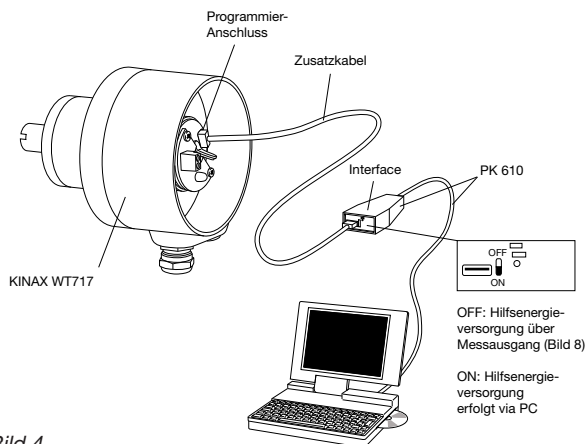
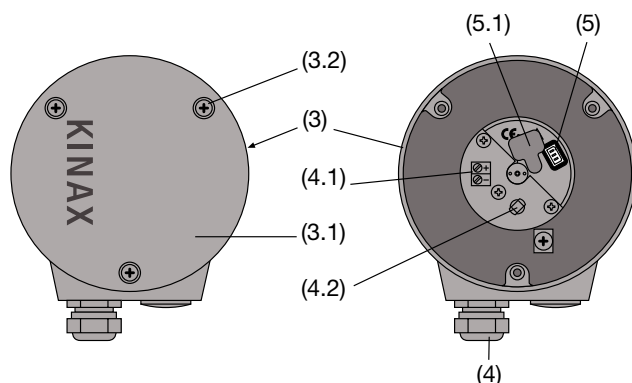

Bild 4
Bild 6. Rückenteil (3) mit Klemmen (4.1) und Stopfbuchse (4).
1. Deckel (3.1 in Bild 6) entfernen. Durch Abziehen des Gummi-Verschlusses (5.1) wird der Programmieranschluss (5) zugänglich (siehe Abschnitt "8.1 Leitungen anschliessen"). KINAX WT 717 nach Bild 4 mit der Programmiereinrichtung verbinden. Konfigurations-Software 2W2 starten. Gerät – wenn nötig – mit den gewünschten Messbereichsdaten konfigurieren.
1. Messumformer in Betrieb nehmen und gemäss Bild 4 an Programmierereinrichtung anschliessen (Schalter AUX am PK 610 auf OFF).